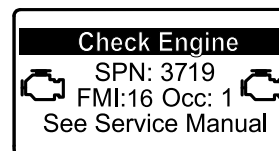

Figura 35
- Se è necessaria una rigenerazione parcheggiata, viene visualizzata un'avvertenza motore nell'InfoCenter SPN 3719, FMI 16 (Figura 35) e il computer riduce la potenza del motore all'85%.